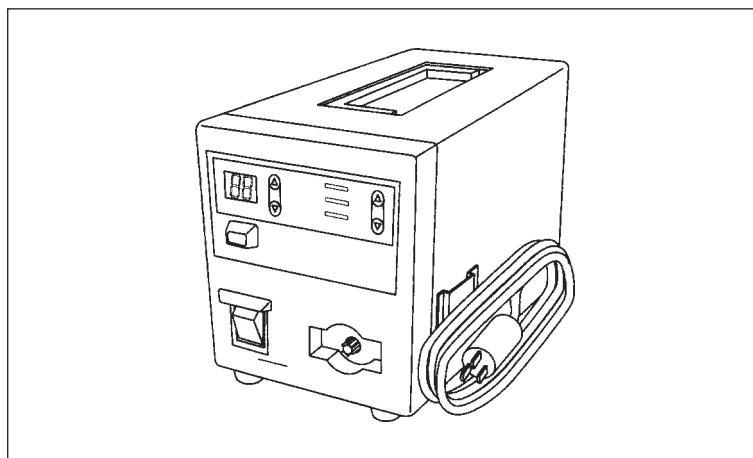

Рис. 6.14
- 4.** ПРИБОР ДЛЯ ТЕРМОКОАГУЛЯЦИИ следует хранить в состоянии, показанном на рис. 6.14, в сухом месте, на прочной горизонтальной поверхности.